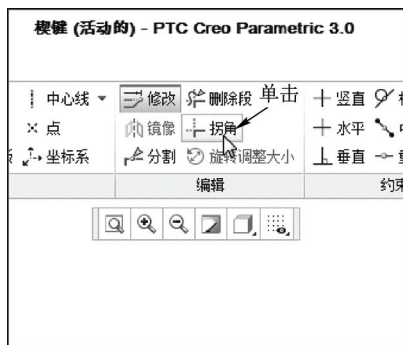

图 3-44 单击“拐角”按钮
STEP 02 在功能区选项板的“草绘”选项卡中，单击“编辑”面板中的“拐角”按钮，如图 3-44 所示。